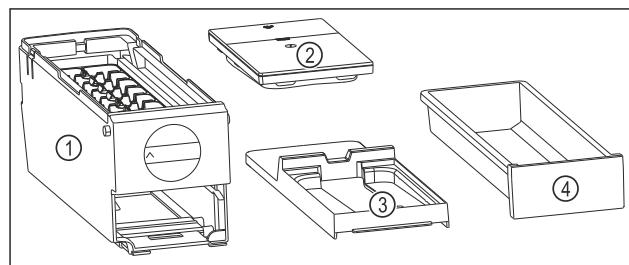

Fig. 185 Sestavni deli modula EasyTwist-Ice
- ▷ Modul EasyTwist-Ice je razstavljen na štiri dele. (glejte Fig. 185)
- Modul EasyTwist-Ice razstavite le na prikazane sestavne dele. (glejte Fig. 185)
- Glavni del EasyTwist-Ice Fig. 185 (1) očistite kot celoto.